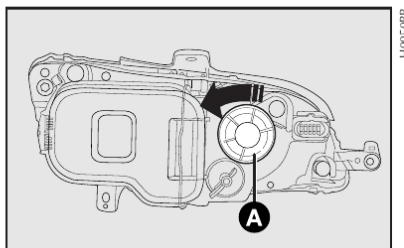

fig. 27
1) retirar a tampa **A**-fig. 27 girando no sentido da seta;